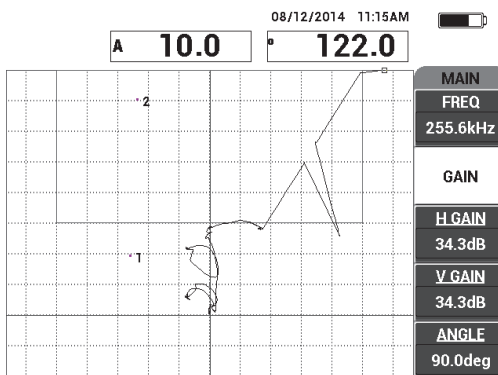

Рис. 6-42 Настройка УСИЛ для установки положения верхней точки
11. Настройте **УСИЛ** (клавиша B) для установки верхней точки на 90 % высоты экрана (см. Рис. 6-42 на стр. 163).